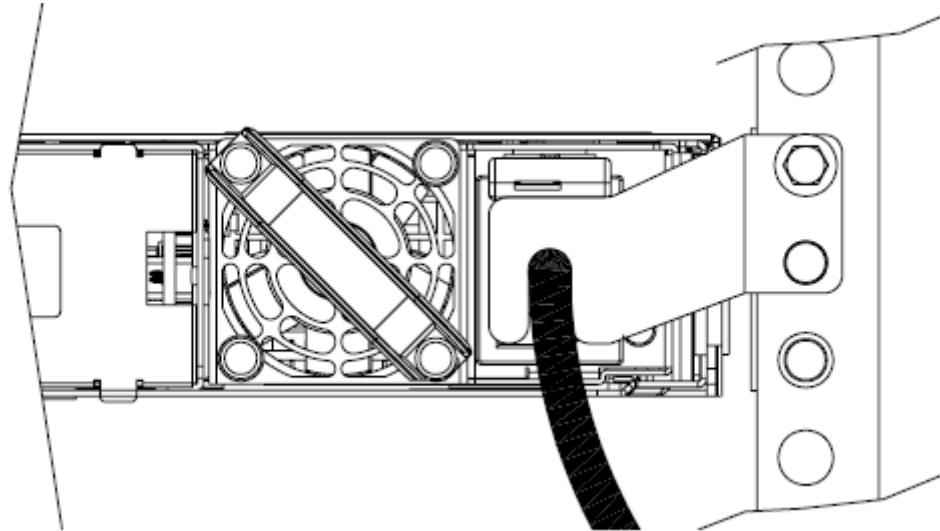

図 27. ケーブル保持ブラケット・タイプ B が取り付けられた SAN ボリューム・コントローラー 2145-8G4
1. 電源機構の隣にあるノードのサイド・レール (45 ページの図 27 に示す) から固定ボルトを取り外します。